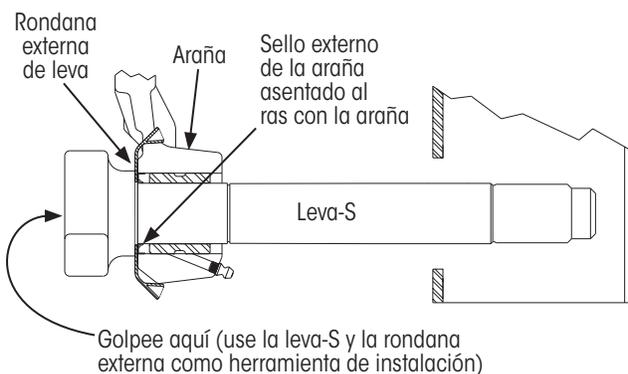

Figura 22: Técnica de instalación del sello externo de la araña
5. **Asiente** el sello externo de la araña (clave 4, Figura 10) en la araña golpeando en la cabeza de la leva S con un martillo (Figura 22).